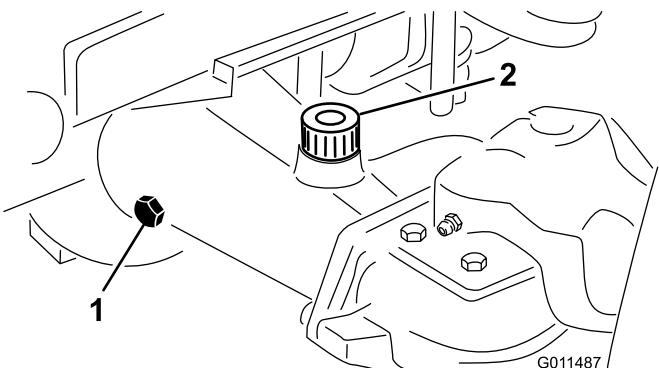

Bild 13
2. Entfernen Sie die Prüfschraube aus einem Ende der Achse (Bild 13) und stellen sicher, dass der Schmierstoff die Unterseite des Lochs erreicht. Entfernen Sie bei niedrigem Ölstand die Füllschraube (Bild 13) und füllen genug Öl ein, um den Stand bis an die Unterseite der Prüfschraubenöffnungen anzuheben.